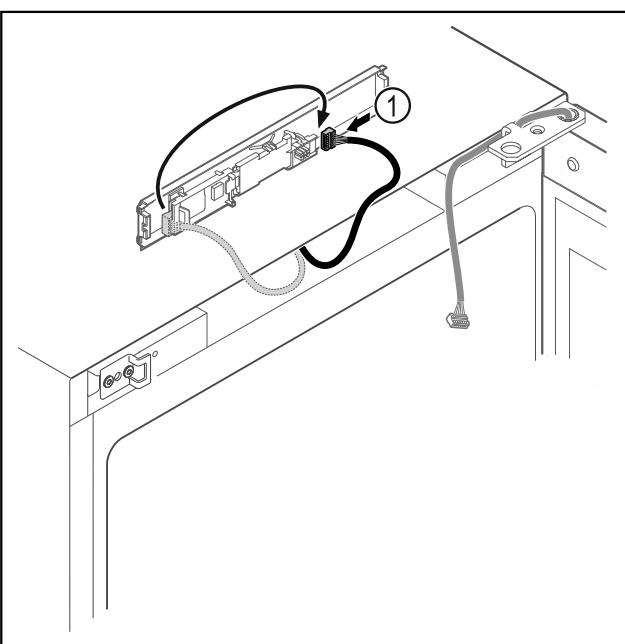

Fig. 17
- Μεταφέρετε το φις Fig. 17 (1) στην πλακέτα.